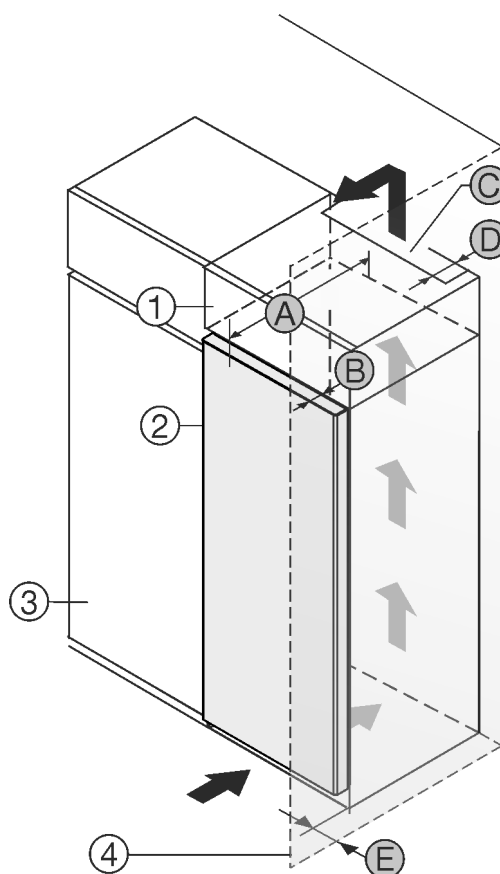

Fig. 1
- (1) Överskåp*
- (2) Apparat*
- (3) Köksskåp*
- (4) Vägg*
- (A) Apparatsens djup*
- (B) Dörrens djup*
- (C) Ventilationsarea*
- (D) Avstånd, skåpets baksida*
- (E) Avstånd, skåpets sida*
Du kan ställa apparaten direkt bredvid köksskåpet Fig. 1 (3)*. Bakom överskåpet måste det finnas en luftspalt med djupet Fig. 1 (D) längs hela överskåpets bredd.*
Under taket måste angiven ventilationsprofil Fig. 1 (C) följas.*
Om du placerar apparaten med gångjärnen bredvid en vägg Fig. 1 (4) måste avståndet mellan apparaten och väggen vara minst 13 mm.*
Om du placerar apparaten med gångjärnen bredvid en vägg Fig. 1 (4) måste avståndet mellan apparaten och väggen vara minst 20 mm.*
För att dörren ska kunna öppnas helt måste apparaten sticka ut från köksskåpets front med samma mått som dörrens djup *Fig. 1 (B)*. Beroende på köksskåpens *Fig. 1 (3)* djup och om väggavståndshållare används kan skåpet skjuta ut ännu mer.*